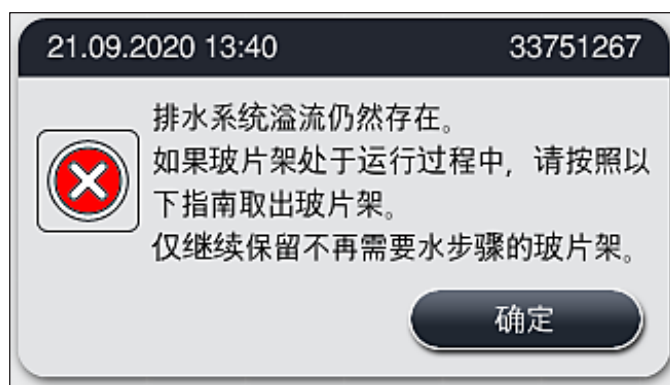

图 127
3. 如果采取清洁措施仍未能疏通堵塞, 水洗站点将因为始终存在临界水位而被停用。水洗站点在显示屏上显示为故障。如要中止一个或多个程序, 按下 (→“图 125-2”) 或 (→“图 126-2”) 启动受控的中止过程。继续运行不需要水洗步骤的程序, 直到染色过程结束。必须取消并从仪器中取出至少仍需要一个水洗步骤的所有剩余玻片架。按下**确定**确认以下消息 (→“图 127”)。